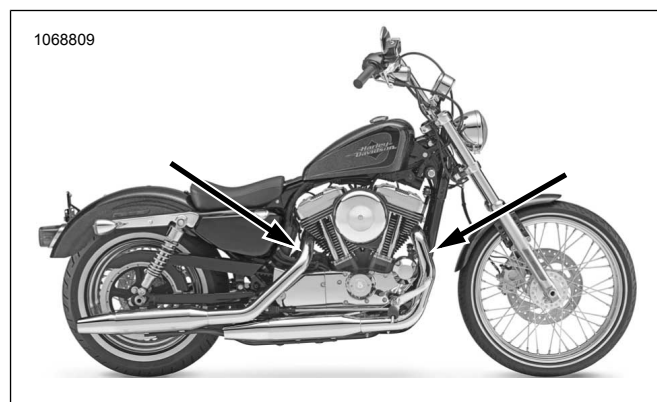
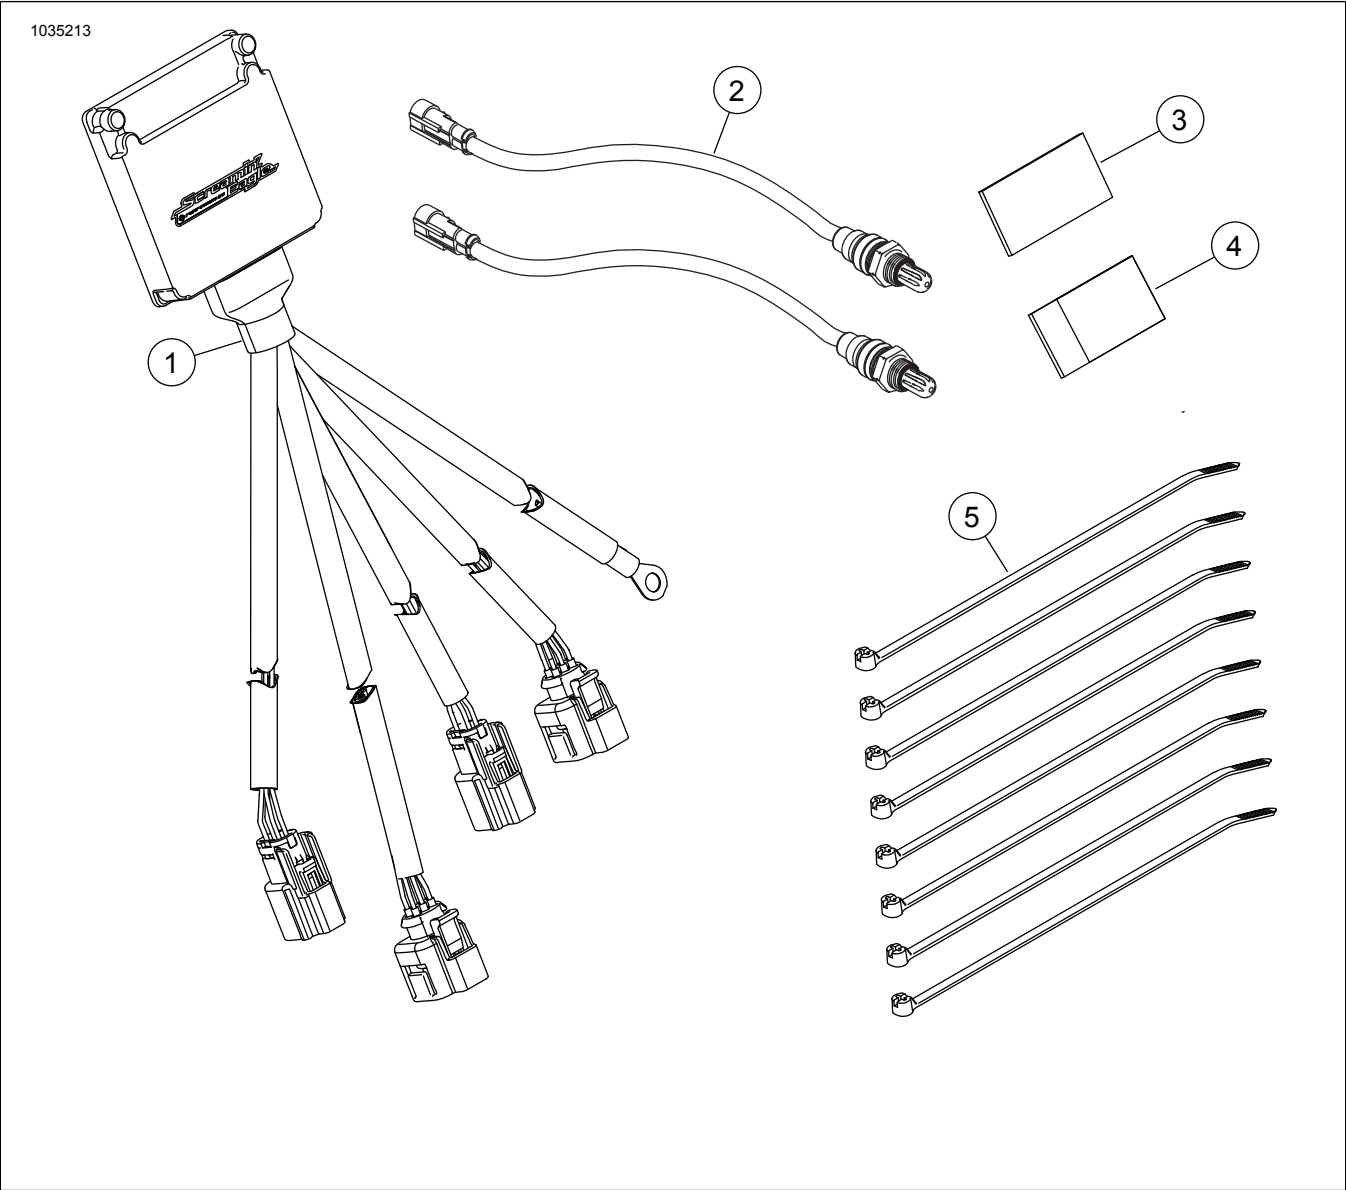

Figura 48. Ubicaciones del sensor de oxígeno (lado interior de los tubos de escape)
Figura 52. Contenido del kit: Kit de Módulo de ajuste automático (ATM) Smart Tune Pro
Vea Figura 48, Figura 52 y Tabla 5. Instale los sensores de oxígeno de banda ancha (2). Con un casquillo de sensor de oxígeno (N.º de pieza HD-48262-A), ajuste a: